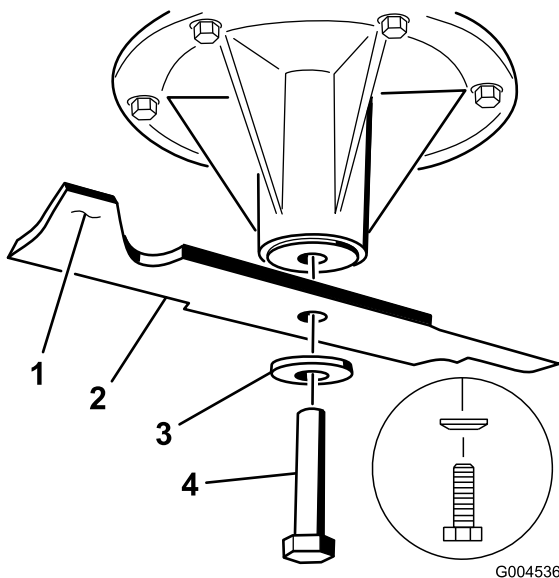

Figura 78
2. Togliete il bullone, la rondella curva e la lama dall'asse del fusello (Figura 78).
3. Se la lama non è bilanciata, limate del metallo soltanto dalla costa (Figura 78).